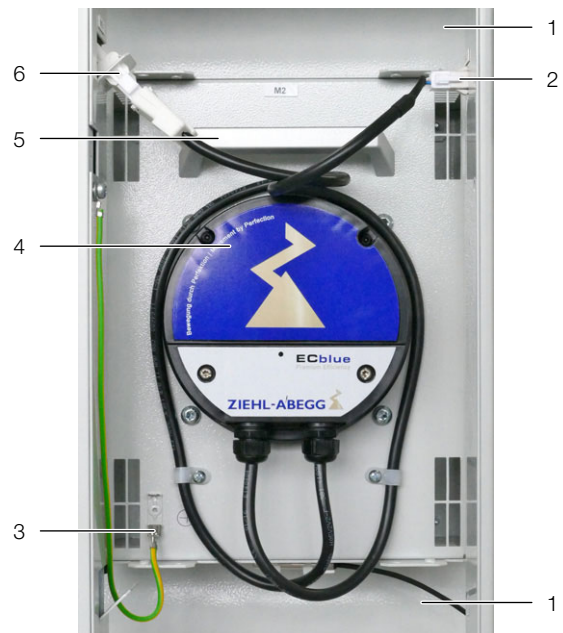

Abb. 39: Lüftermodul im Lüftereinschub
- Lösen Sie links und rechts die beiden Anschlussstecker DC und AC des Lüfters (Abb. 39, Pos. 2 und 6).
- Lösen Sie die Schutzleiterverbindung am Lüfter (Abb. 39, Pos. 3)